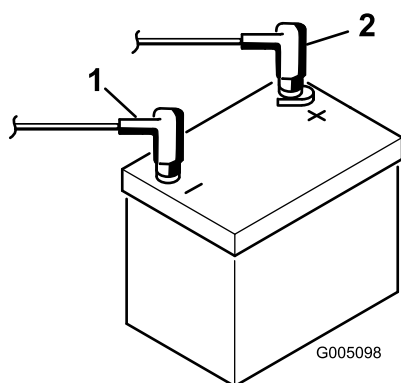

图8
9. 使用螺栓和螺母将正极红色接线连接到正极 + 电池端子 负极黑色接线连接到负极 - 电池端子 图8。将橡皮套滑动到正极电池端子上防止可能发生的短路情况。